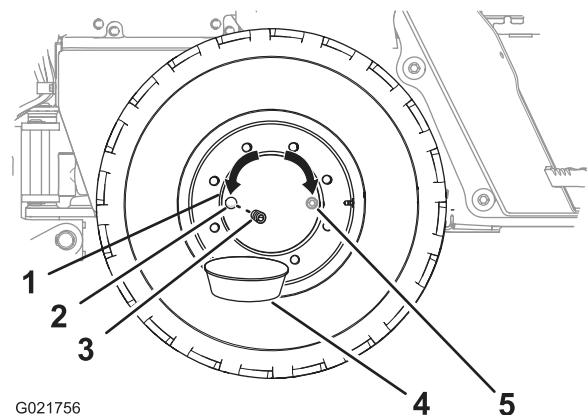

Figura 84
2. Mova a máquina para frente ou para trás até que o bujão do cubo esteja na posição de 3 hs ou 9 hs (Figura 84).
4. Posicione uma bandeja de drenagem sob o bujão de drenagem do cubo (Figura 84).
5. Remova o bujão do cubo (Figura 84).
6. Verifique se o nível do óleo está alinhado com a parte inferior do orifício de drenagem (Figura 84).
8. Instale o bujão no orifício de drenagem do cubo (Figura 84).